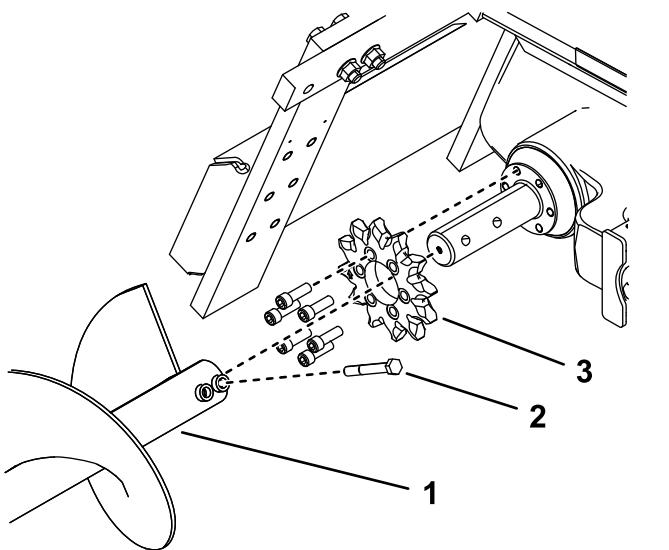

Figura 15
- Togliete le lame della coclea (Figura 15).
9. Rimovete i sei bulloni che fissano la ruota dentata di azionamento (Figura 15).
10. Togliete la ruota conduttrice e gettatela (Figura 15).
12. Fate scorrere la nuova ruota sull'albero come illustrato nella (Figura 15).
13. Inserite saldamente i sei bulloni nella ruota (Figura 15).